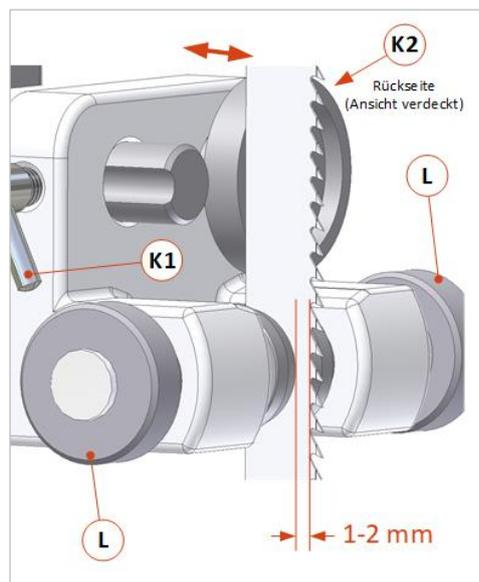

Abbildung 30: Einstellung der APA-Führungen
- Knebelschraube (**K1**) lösen und die komplette Führung auf dem Tragbolzen (**B**) durch Verschieben so einstellen, dass die Vorderkanten der Seitenrollen ca. 1 - 2 mm hinter dem Zahngrund des Sägeblattes stehen (siehe ⇒ Abbildung 30).